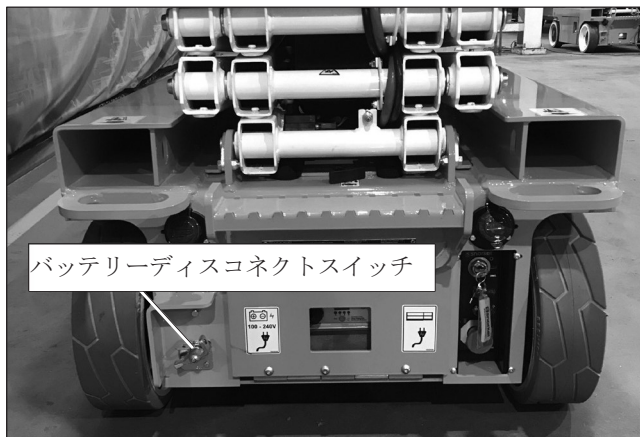

図6.1 - シャーシ後ろ側
1. バッテリーディスコネクトスイッチは、シャーシ後ろ側、昇降ステップの下にあります（図6.1を参照）。バッテリーディスコネクトスイッチをオフにします。